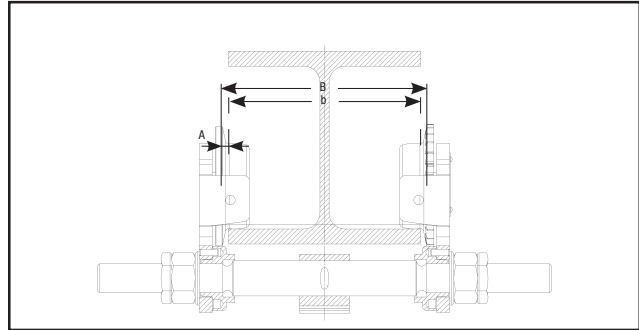

Figura 3 - Carro instalado en una viga en "I"
1. Desenrosque las contratuercas (10) y las tuercas hexagonales (9) del perno de suspensión (1) y retire las dos placas laterales (2) del carro.
2. Mida el ancho de brida "b" de la viga de desplazamiento. Consulte la Figura 3.
3. Ajuste o preajuste la dimensión "B" entre las bridas exteriores de las tuercas redondas (6) en los cuatro extremos roscados libres de los pernos de suspensión (1). Asegúrese de que los cuatro orificios perforados en las tuercas redondas estén orientados hacia afuera. Seleccione la dimensión "B" entre las bridas exteriores de las tuercas redondas de los pernos de suspensión de manera tal que corresponda con el ancho de brida "b" más 4 mm. Asegúrese de que la barra de suspensión (4) esté centrada entre las tuercas redondas (6).
4. Instalación de una placa lateral: Los pasadores de rodillo (7) que se colocan en la placa lateral (2) deben instalarse en uno de los cuatro orificios perforados de las tuercas redondas (6). Si es necesario, ajuste ligeramente la posición de las tuercas redondas. Assembly of one side plate: The roll pins (7) fitted to the side plate (2) must be seated in one of the four drill holes of the round nuts (6). If necessary the position of the round nuts must be slightly re-adjusted.
5. Coloque las arandelas (8) y ajuste las tuercas hexagonales (9). Por último, enrosque las contratuercas (10) a mano y ajústelas con una rotación de 1/4 a 1/2.
Mida la brida de la viga real sobre la que se utilizará el polipasto y utilice la Figura 3 para determinar la disposición de las arandelas espaciadoras para ese ancho de brida.